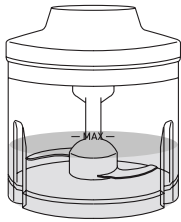

Fig.2
ACCESORIO VARILLA (FIG.2):
- Acoplar la varilla al cuerpo motor girándolo en el sentido que indica la flecha (Fig.2).